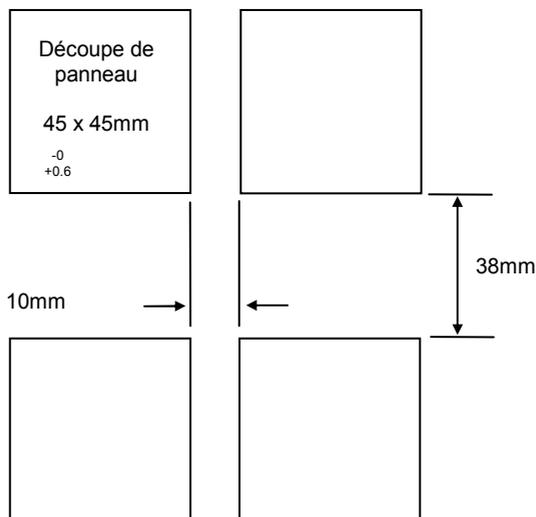

Figure 1-3 Découpes de panneau et espacement minimum
La partie électronique du régulateur s'insère dans un manchon en plastique rigide qui est lui-même monté en panneau. La découpe au format DIN est représentée sur la figure 1-3.
1. Préparer la découpe du panneau de commande à la taille indiquée sur la figure 1-3.